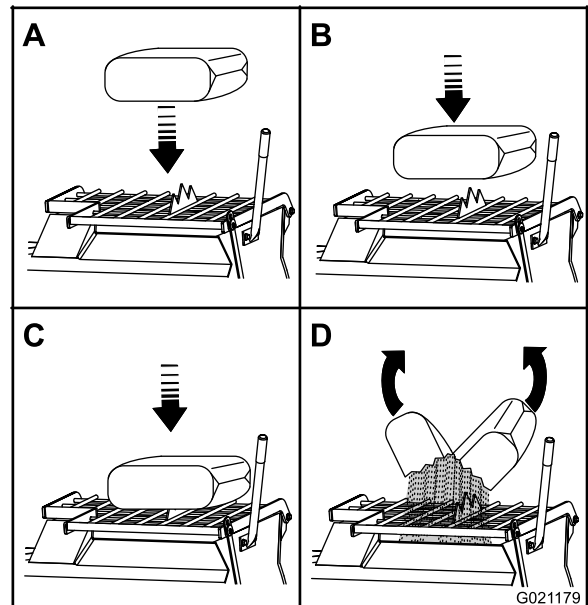

Figura 33
**Nota:** Puede abrir sacos de cemento, yeso y aglutinantes bajando el saco sobre el rompесacos (Figura 33).